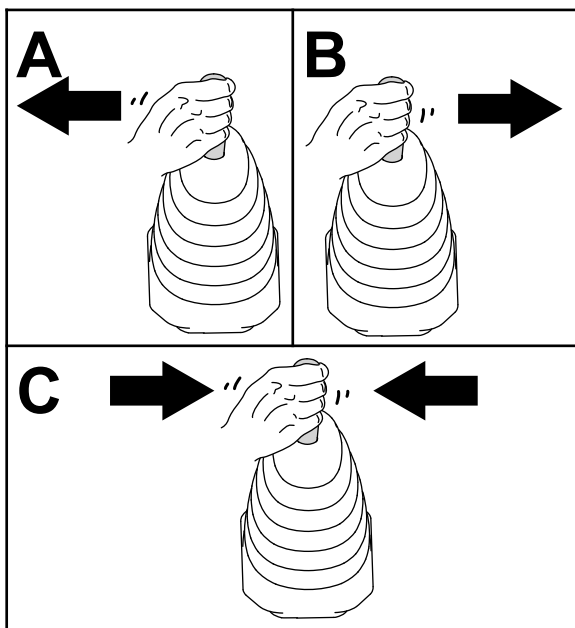

Figura 49
6. Mueva el joystick de la cargadora a la izquierda, luego a la derecha, y luego otra vez a la posición de PUNTO MUERTO para aliviar la presión en los acoplamientos hidráulicos (Figura 49).